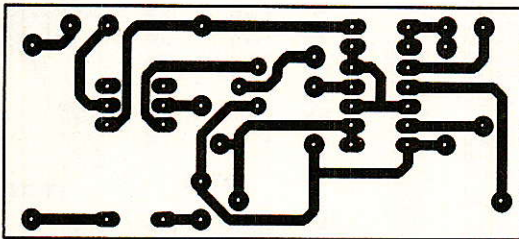
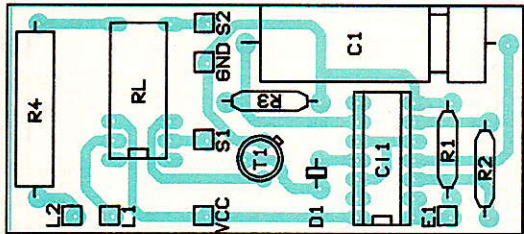

Figure 3
Figure 4
**L**e montage peut être entièrement câblé sur le petit circuit imprimé dessiné à la **figure 3**. Le module obtenu après câblage selon la **figure 4** est suffisamment petit pour se loger, avec son éventuel récepteur de télécommande, dans un poste téléphonique.